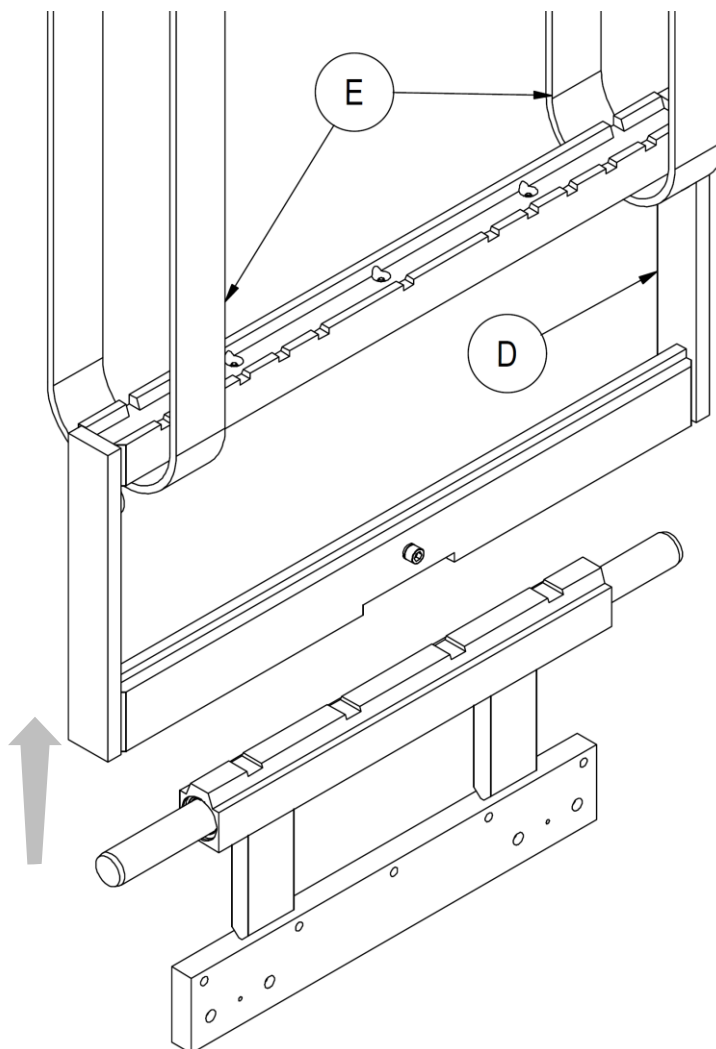

Figura 3
6. Rimuovere il corpo mobile **D** con l'ausilio di fasce **E** opportunamente dimensionate al peso della struttura (come in *Figura 3*), sollevandolo con un carroponete o paranco di portata adeguata.
2. Rimuovere la parte mobile con l'ausilio di fasce idonee, come indicato nella *Figura 3*, a pag. 10.